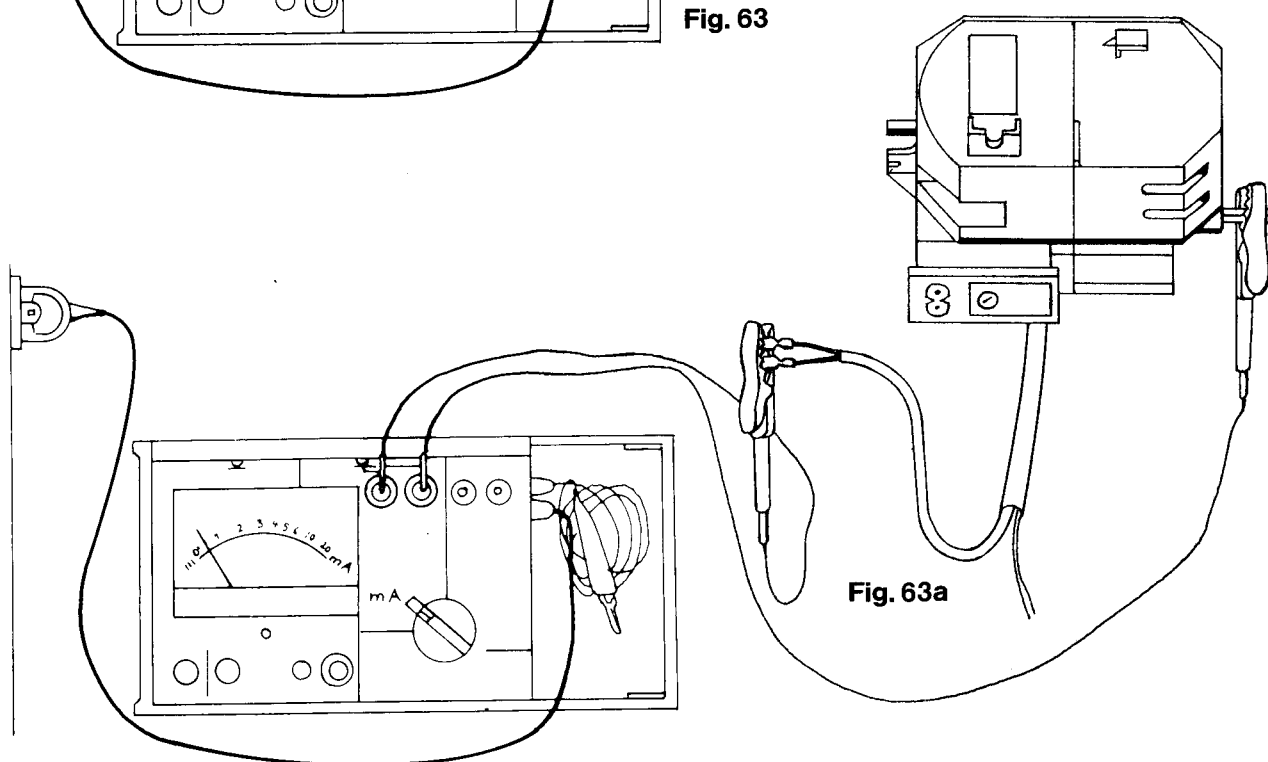

Fig. 63a
- Die zwei Kabel wie in Abb. 63a anbringen.
- Insert the two wires on the left hand side of the Metrator 3 (Fig. 63a).
- Connect the two wires as shown in Fig. 63a.
- Placer les deux câbles de mesure à gauche dans le Metratester, selon fig. 63a.
- Fixer les deux câbles selon fig. 63a.